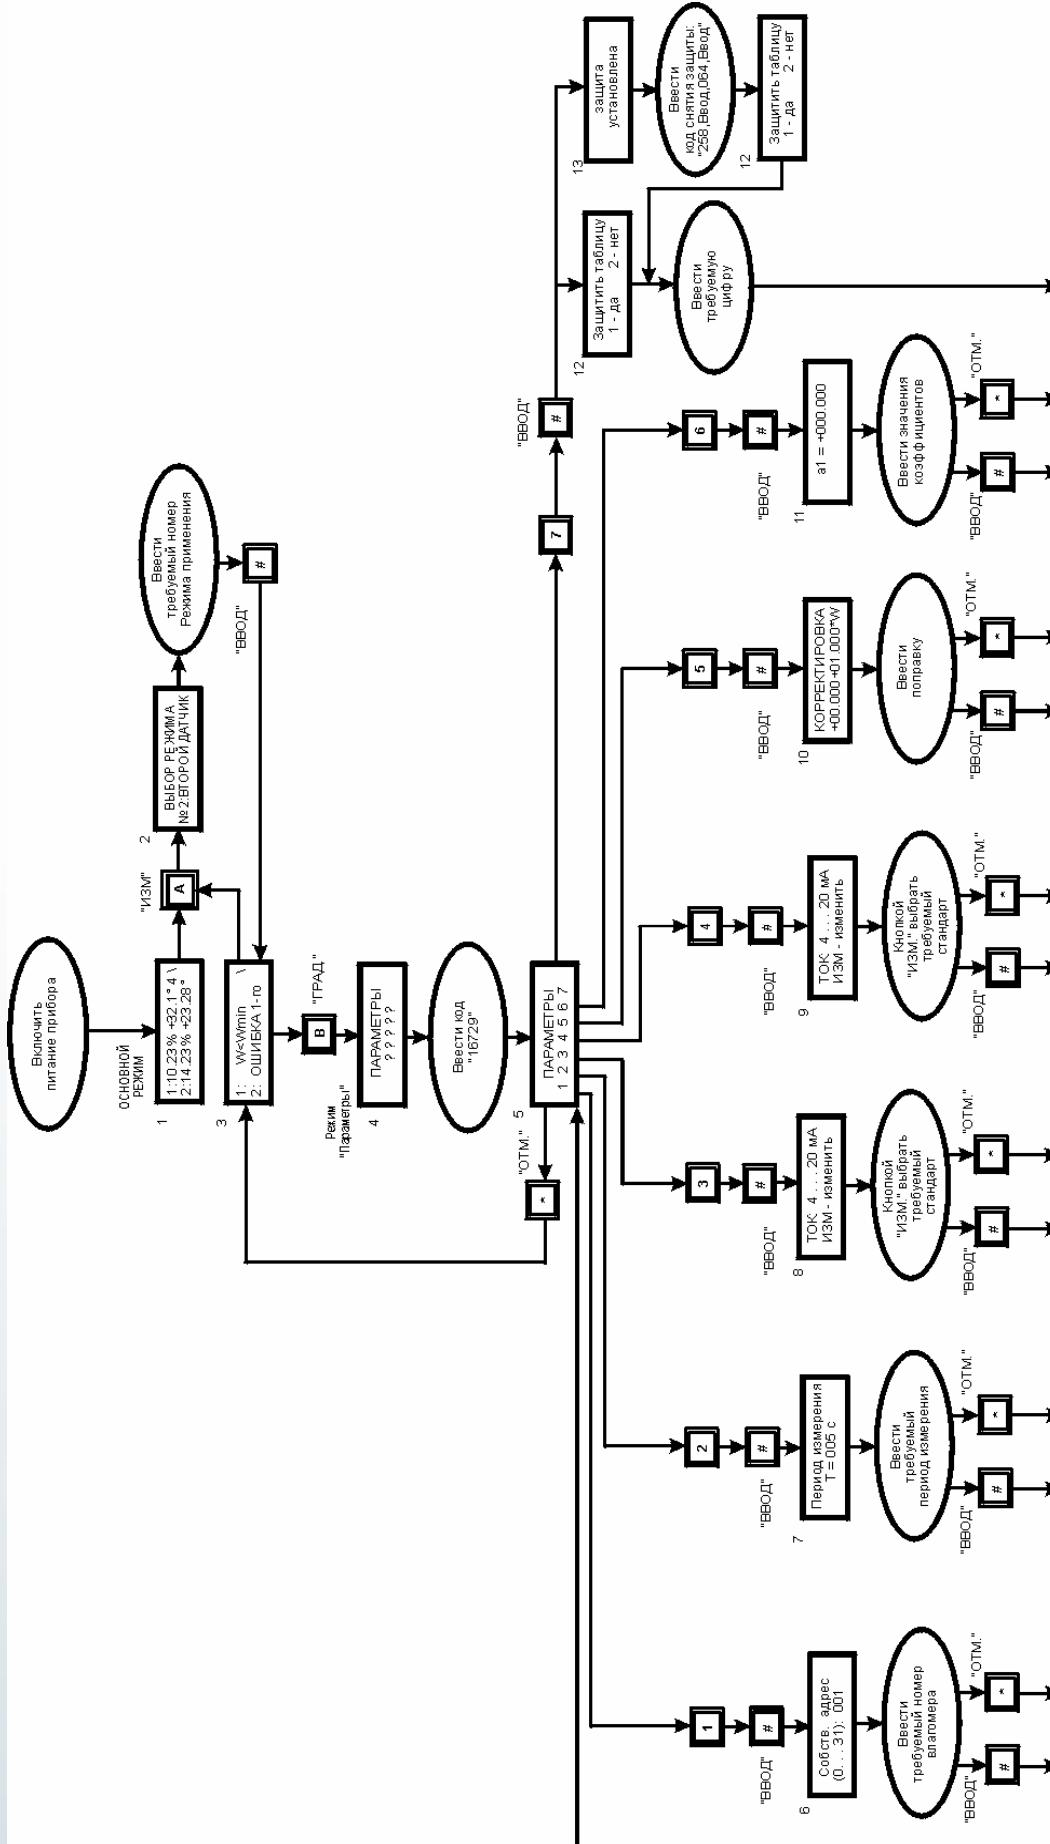

Рис. 7. Алгоритм функционирования БУК в Режиме применения №4
6.4.3. Алгоритм функционирования блока в этом Режиме Применения №4 приведен на рис. 7. Как и в Режиме Применения №3, в Режиме Применения №4 блок имеет 2 режима работы:
6.4.4. На ЖКИ блока в ОСНОВНОМ РЕЖИМЕ высвечивается Сообщение 1 рис. 7:
6.4.5. Особенностью режима «Измерение» в Режиме Применения №4 является использование информации о влажности контролируемого материала, находящегося в БС1, для вычисления влажности контролируемого материала, находящегося в БС2. В данном случае при возникновении в БС1 нештатной ситуации, приведенной в таблице 1, вычисление влажности в БС2 не производится, а на ЖКИ БУК в соответствии с таблицей 2 высвечивается Сообщение 3 рис. 7:
6.4.6. При нажатии кнопки «ГРАД» высвечивается Сообщение 4 рис. 7:
После ввода пароля «16729» раскрывается общее меню режима «Параметры» (Сообщение 5 рис. 7), которое состоит из 7 подрежимов: